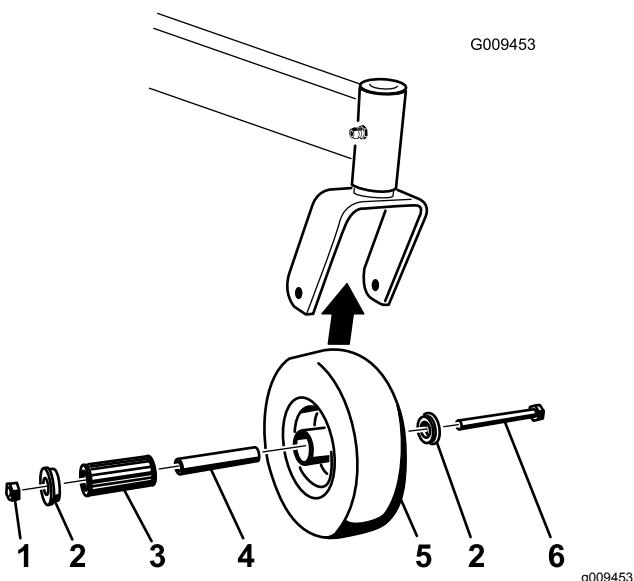

Figura 61
1. Retire a porca de bloqueio e o parafuso da roda que fixam a roda ao respetivo suporte (Figura 61).
2. Retire 1 casquilho, em seguida, puxe o casquilho da vara de ligação e o rolamento de rolo para fora do cubo da roda (Figura 61).
3. Retire o outro casquilho do cubo da roda e limpe qualquer massa lubrificante e sujidade do cubo da roda (Figura 61).
Nota: Substitua todas as peças danificadas ou desgastadas (Figura 61).
5. Coloque 1 casquilho no interior do cubo da roda (Figura 61).
6. Lubrifique o casquilho do rolamento e o casquilho da vara de ligação e faça-os deslizar para o interior do cubo da roda (Figura 61).
7. Coloque o segundo casquilho no interior do cubo da roda (Figura 61).
8. Monte a roda giratória na forquilha da roda giratória e fixe-a com o parafuso da roda e a porca de freio (Figura 61).
9. Aperte a porca de freio até que o casquilho da vara de ligação encoste ao interior da forquilha da roda (Figura 61).